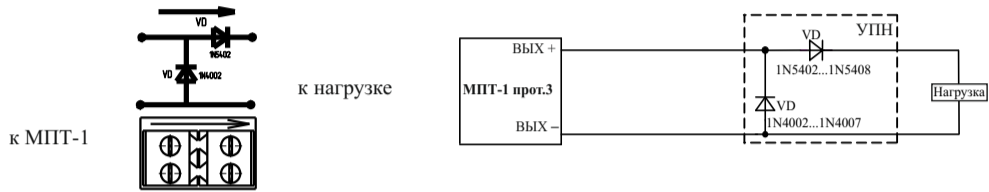

Рисунок 3
5.16 Для обеспечения контроля целостности выходных цепей в разрыв выходной цепи непосредственно к нагрузке должно быть подключено устройство подключения нагрузки (далее – УПН) (Рисунок 3). Стрелка на корпусе УПН направлена к клемме подключения нагрузки. Контроль осуществляется измерением токов, протекающих через диоды, входящие в состав УПН.